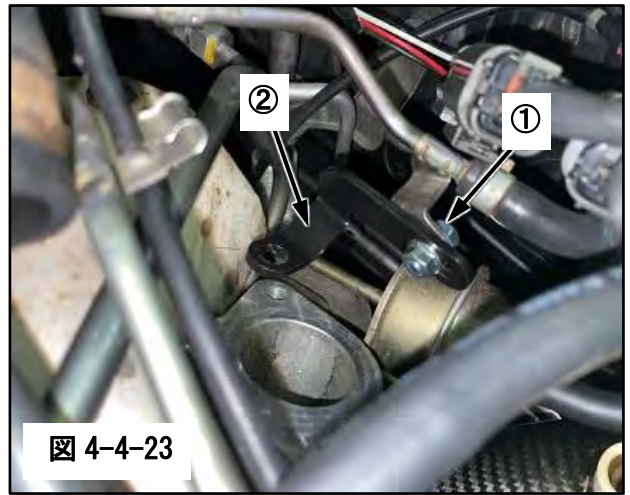

図 4-4-23
(23) ①エアパイプブラケット R をエアパイプに②ボルト、ナットで仮止めしてください。(図 4-4-23)